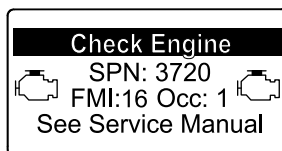

Bild 36
- Motorwarnung SPN 3720, FMI 16 (Bild 36)